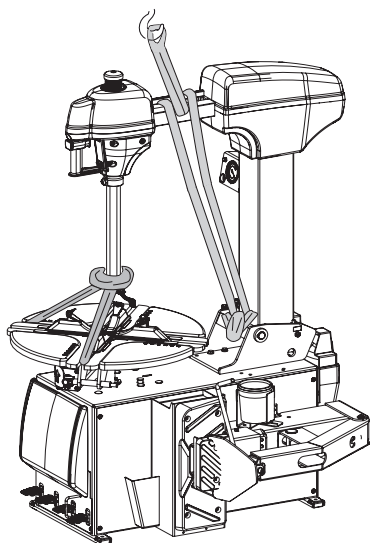

Fig. 9: Positionner les sangles
7. Repositionner le cache en plastique comme le montre la fig. 9.